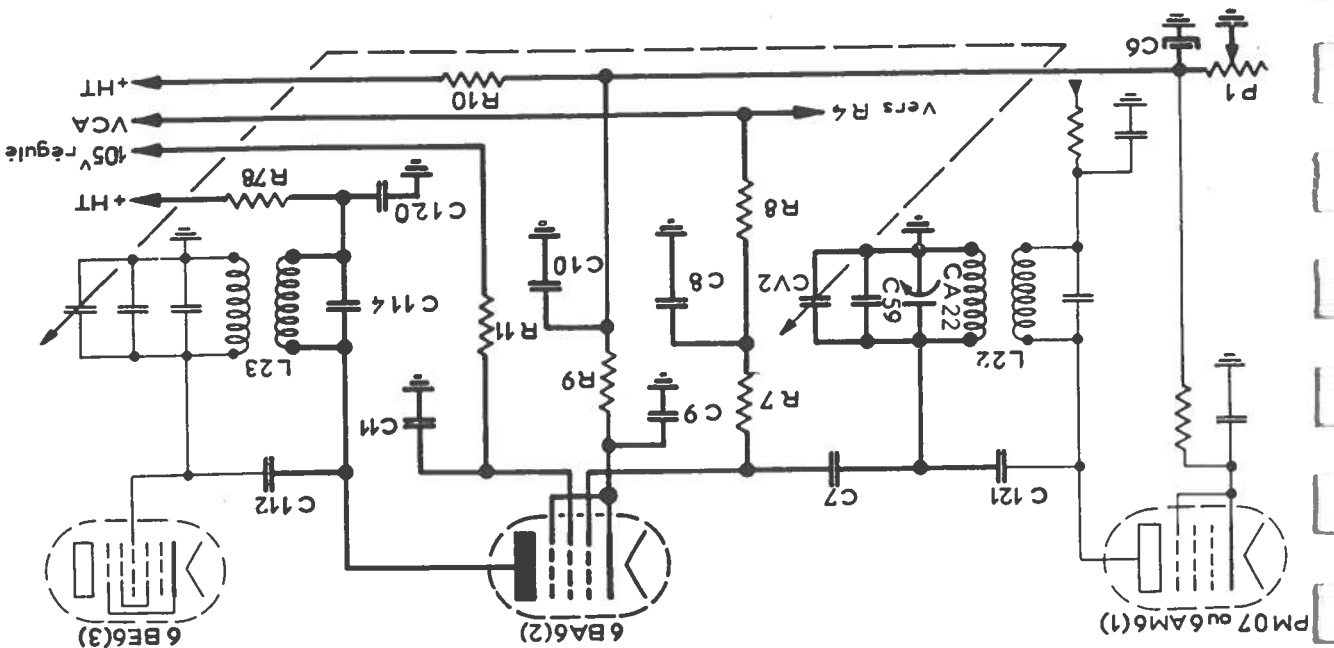

Figure 7. — Deuxième étage amplificateur haute fréquence
5.02 DEUXIEME ETAGE AMPLIFICATEUR HAUTE FREQUENCE (fig. 7).